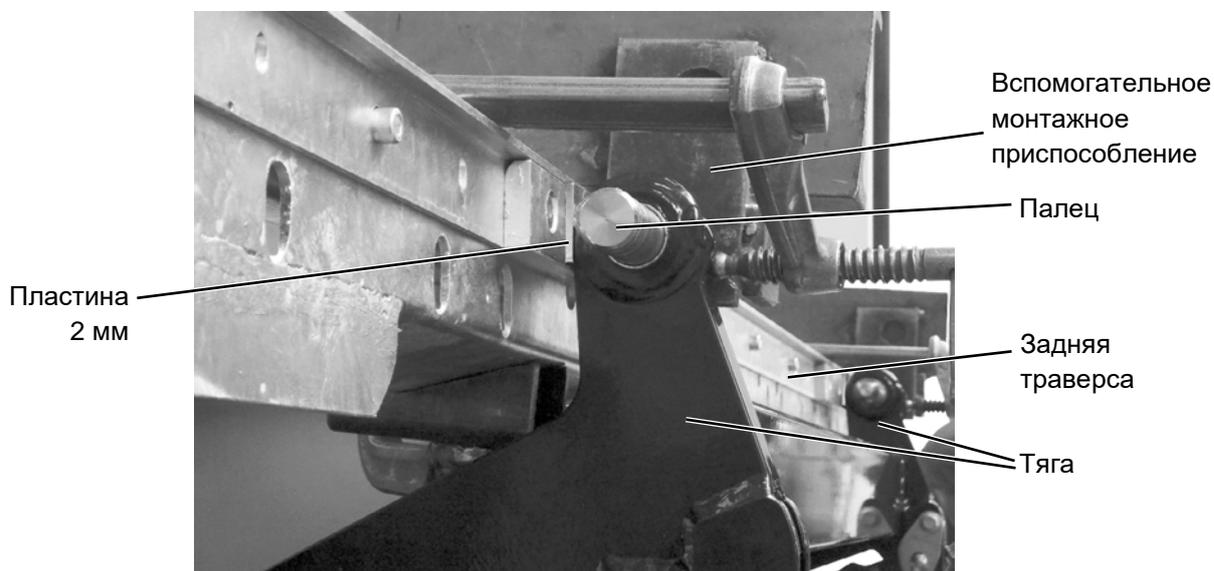

Рисунок 16: Распорки 2 мм при монтаже платформы с покрытием
- ▶ Уложите между тягами торсионной рамы и кузовом пластину 2 мм в качестве распорки (см. Рисунок 16).
- ▶ Извлеките пальцы между тягами и вспомогательными монтажными приспособлениями (см. Рисунок 16, стр. 38).